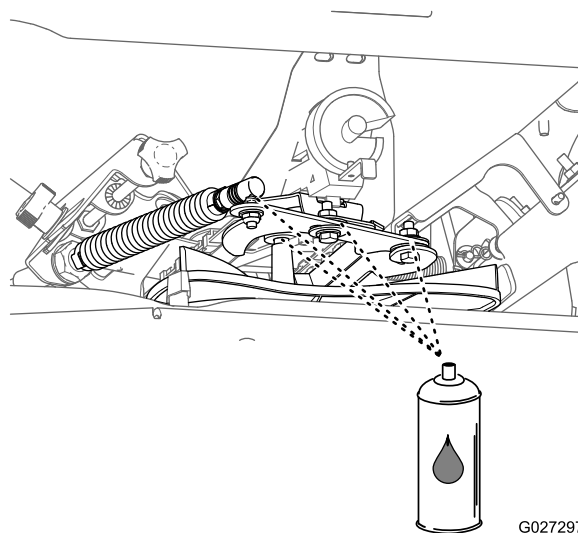

Figure 38
6. Appliquez du lubrifiant hydrofuge sur les composants, comme montré à la Figure 38.